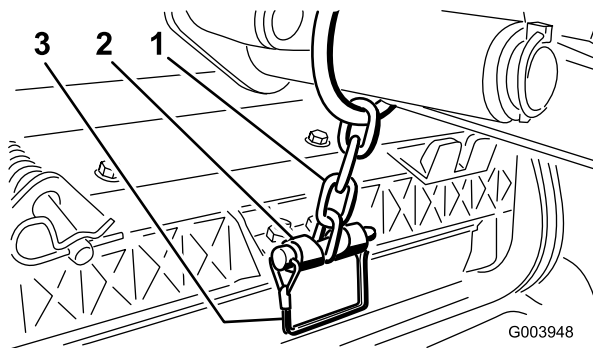

**Figura 12**
- A. Retire o pino de sujeição e a anilha que prende o veio da articulação do braço de elevação ao braço de elevação e faça deslizar o veio de articulação do braço de elevação para fora do braço de elevação (Figura 12).
- C. Insira o veio do braço de elevação no braço de elevação e prenda-o com a anilha e o pino de sujeição (Figura 12).